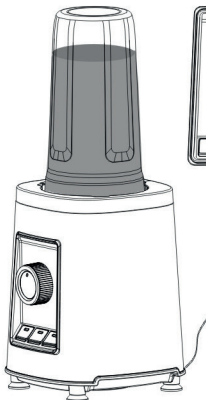

Fig 11
- Sett i kontakten, vri funksjonsvelgeren (14) til ON og trykk på en valgfri programknapp, eller vri til valgfri trinnløs innstilling. Fig. 11.